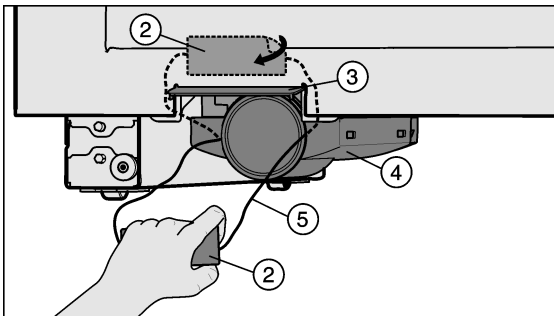

Fig. 58
- Décoller l'autocollant Fig. 58 (2) de l'appareil.
- Ouvrir le clapet de remplacement du filtre Fig. 58 (3).
- Sortir le tiroir Fig. 58 (4) en tirant le fil Fig. 58 (5) avec précaution.
- Couper le fil Fig. 58 (5) et l'autocollant Fig. 58 (2) et les retirer. Vous n'en aurez plus besoin et pouvez donc les éliminer.
- Fermer le clapet de remplacement du filtre Fig. 58 (3).